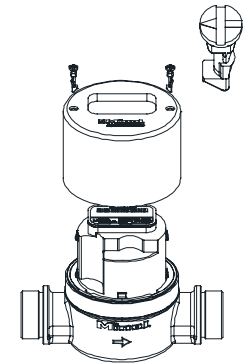

Abb. 8
- 7.14. Zählwerk in Ableseposition drehen. Kappe zum Plombieren über das Zählwerk schieben. Die Kunststoffplomben (Demontageschutz) mit dem Widerhaken nach innen in die Plombenlöcher der Kappe stecken und einrasten (Abb. 8).